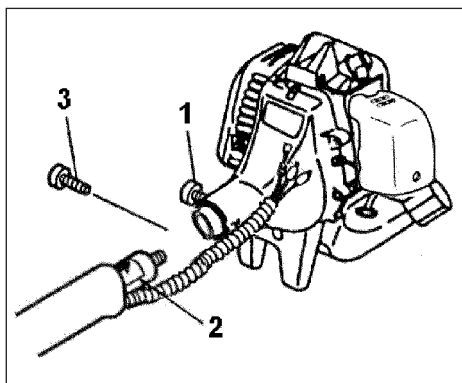

Fig.1-1
Drivaksel til motoren (Fig. 1-1)
2. Vær sikker på at låsepinnen (1) passer i rørets styrehull (2) og at røret ikke vil komme utenfor. (Fig. 1-1 B)